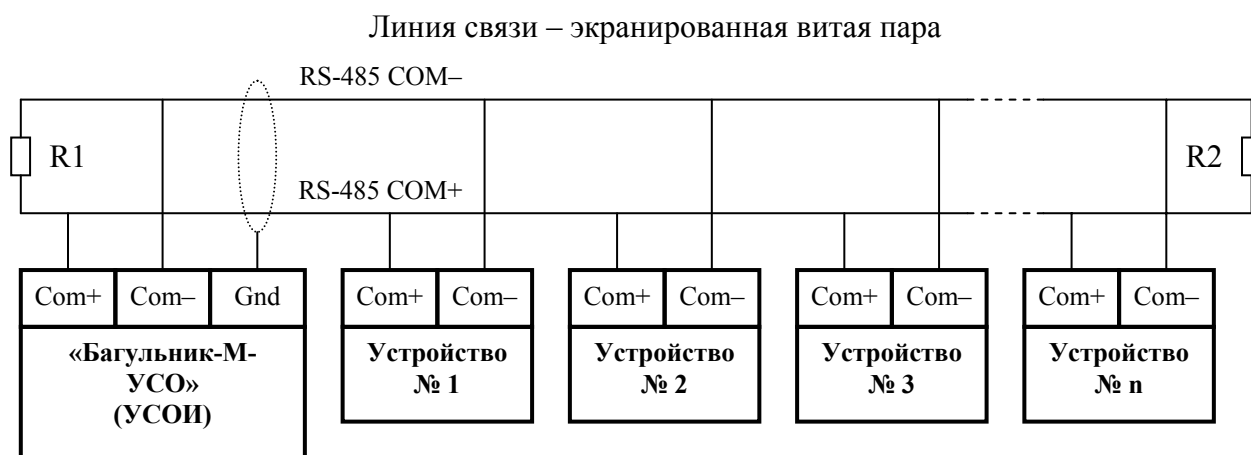

Рис. 1.2
1.2.4. Для согласования волнового сопротивления на концах линий связи устанавливаются резисторы-терминаторы R1, R2 (см. рис.1.2) номиналом (120-300) Ом.
В неактивном состоянии передатчик устройства переводится в 3-е состояние с высоким импедансом. Вход приемника и выход передатчика объединены вместе, и связь осуществляется по двум проводам (витой паре) (так называемый полудуплексный режим). Для большей помехозащищенности линия связи помещена в экран. В качестве линий связи используется кабель П-296(М) ТУ16.505.293-76. Подключение периферийных устройств к линии связи показано на рис.1.2.